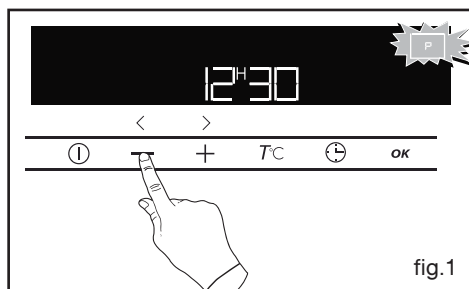

fig.1
Puis appuyez une fois sur la touche - pour obtenir le symbole "P" clignotant dans l'afficheur (fig.1).
- Appuyez 1 fois sur la touche  pour faire clignoter l'indicateur de fin de cuisson (fig 1).